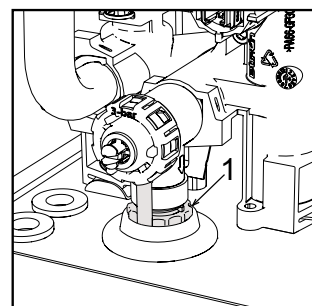

fig. 64 - Veiligheidsklep met aftapkraan
Om de installatie af te tappen, draait u de ringmoer (ref. 1 - fig. 64) tegen de wijzers van de klok in om de kraan te openen. Vermijd het gebruik van enig gereedschap en handel alleen met uw handen.